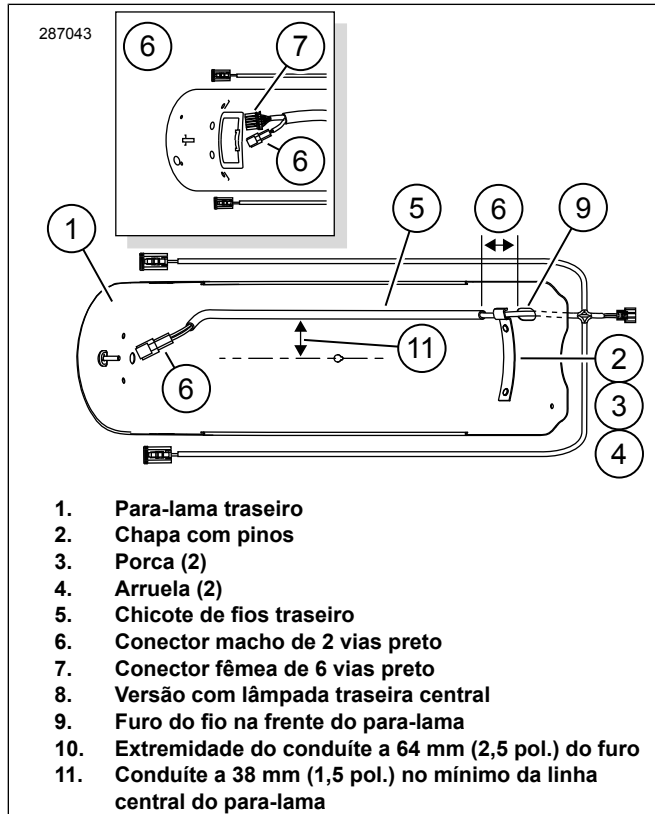

Figura 3. Instalação do chicote de fios do para-lama traseiro
1. Veja Figura 3. Limpe com uma mistura com 50% de álcool isopropílico e 50% de água destilada. Deixe secar completamente. Não use solventes ou produtos químicos pesados que possam danificar as superfícies pintadas.
2. Pegue a chapa com pinos (2) removida do para-lama original e, com o canal mais próximo do furo do fio, monte frouxamente a chapa na parte interna dianteira do para-lama com as porcas (3) e as arruelas (4) originais. Não aperte totalmente.